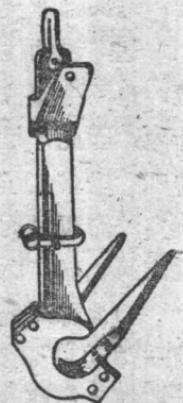

图20. 马丁锚
2) 转臂有杆锚（马丁锚） 它的形状好象结合十字和山字在一起，所以又叫十山字锚（图20）。它各部分的结构和名称与海军锚一样，只是横杆固定在锚干上，而且和锚爪在同一平面上。它的锚干和锚臂、锚爪是两部分，用铁栓连接起来。锚臂和锚爪可以在锚干中以铁栓为轴向前向后各转45°。优点是：它的锚杆和锚爪在同一平面，所以收起时较海军锚简单而容易；可以平稳放置，同时它的两个锚爪都插入海底，所以锚链不容易缠到锚爪上面。缺点是抓力比同样重量的海军锚较小，